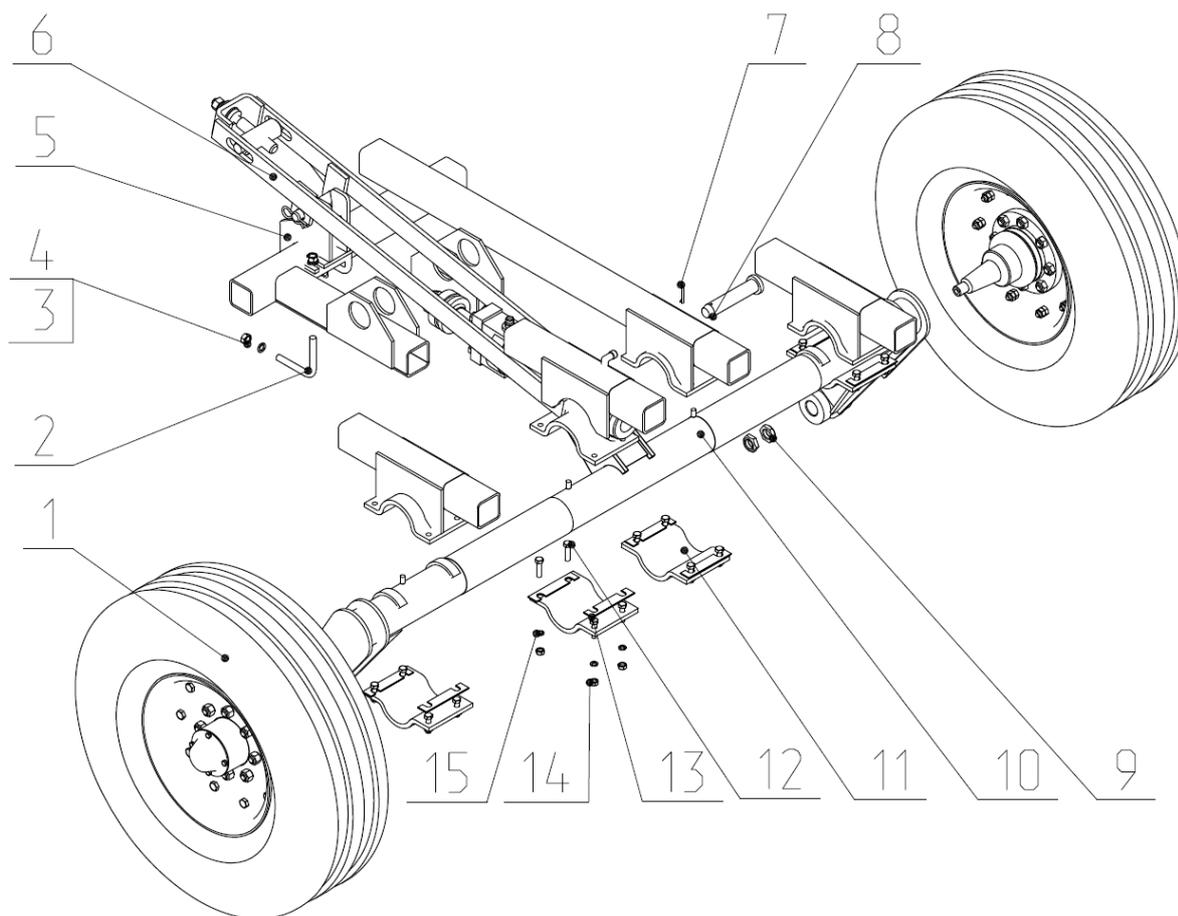
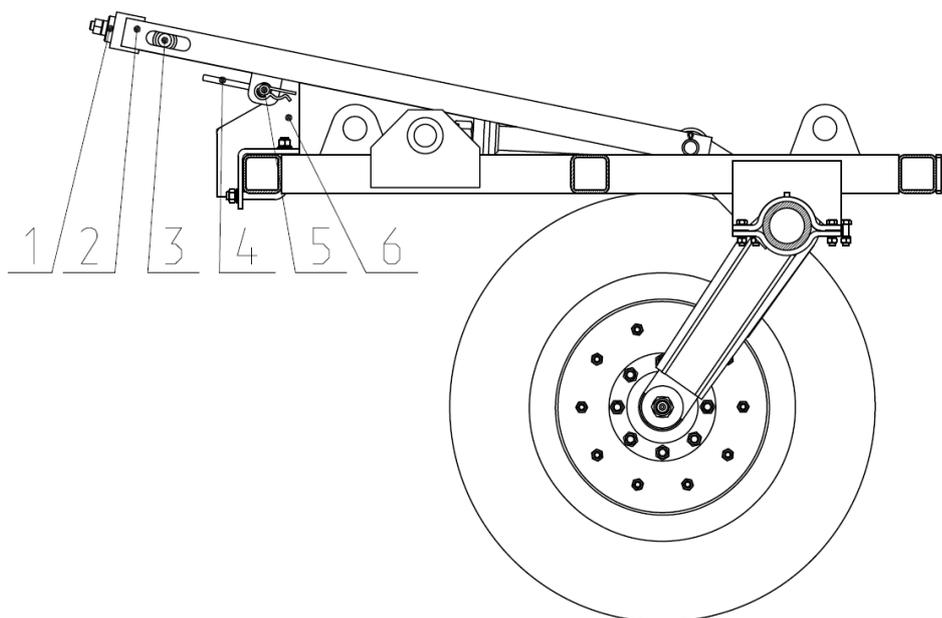

Рис.3 Колесная пара
Рис.4 Положение транспортного фиксатора при транспортировке культиватора.
2.4 Колесная пара (Рис.3) служит опорной частью культиватора, так и для ограничения заглубления рабочих органов центральной секции при выполнении культивации.
2.4.2 Для блокировки колесной пары в транспортном положении служит транспортный фиксатор 2 (рис.4), который закрепляется в проушине штанги осью 8 (рис.3), а другой частью через палец 4 (рис.4) входит в зацепление с упором 6. Положение транспортного фиксатора в транспортном положении см. рис.4.